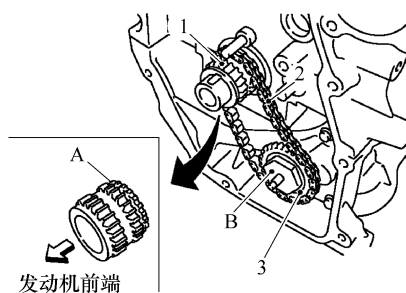

图 3-72 安装曲轴链轮与油泵链轮(如图 3-73 所示)。
① 同时安装曲轴链轮 1、油泵驱动链条 2 和油泵链轮 3, 见图 3-72。
a. 安装曲轴链轮, 使其无效齿轮区域(A)朝向发动机后方, 如图 3-72 所示。
b. 安装油泵链轮, 使其六角形表面朝向发动机前方(B), 如图 3-72 所示。
② 用 TORX 套筒固定油泵轴的顶端, 然后拧紧油泵链轮螺母。
③ 安装链条张紧器(对于油泵驱动链